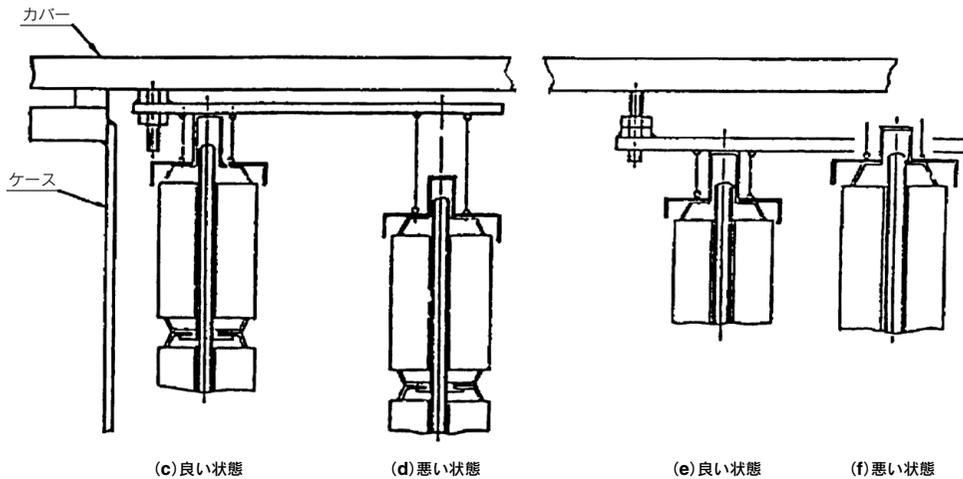

図5 締め付けた状態
- ①Element押え板を取付ける時(図5) 図中に示す調整ボルト、ロックナットを用いてカバーを取付けた時【図5の(c)、(e)参照】Element押え板とElementホルダが密着状態になるように調整してください。
- ②調整方法は次の方法で行ってください。
(図5の(b)に示す様にA寸法を測定して次にB寸法がA寸法に等しくなるように調整すると図5の(e)に示すような状態となりシールが完全となります。)
ロックナットは(図5の(a)および(b))に示すようにジョイントを用いているものは下に、用いてないものは上にセットしてください。